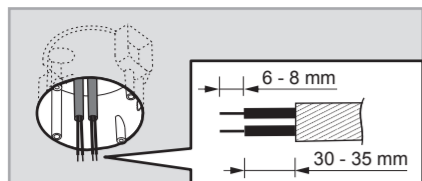

FIG.8
- 4.4.1.2 Trekk ut AC-strømkabler fra europeisk standard koblingsboks, dra deretter av 6 - 8 mm kabelhylse for kabeltrekking (se FIG.8).